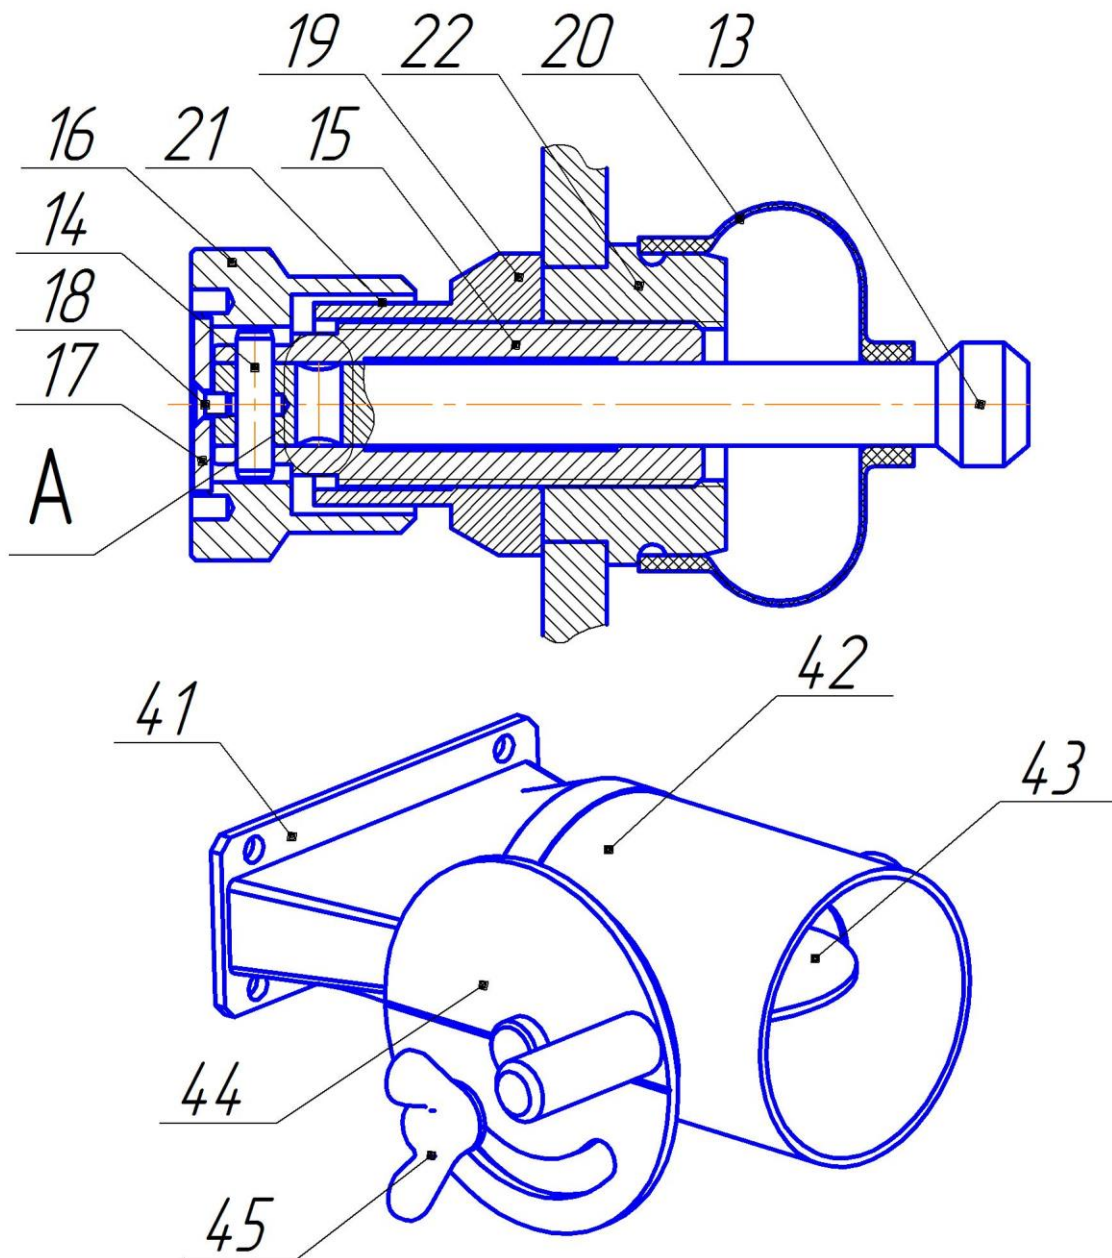

Рис. 3 Регулировочный узел и Шибер ЩД 10М
3.6 Замена срезного штифта (Рис. 3):